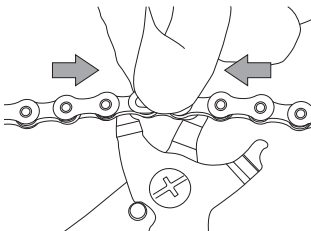

Fig. 13
- Comprimate la C-Link™ spingendo da entrambi i lati (interno ed esterno) e contemporaneamente azionare la pinza per avvicinare i due perni (Fig. 13).